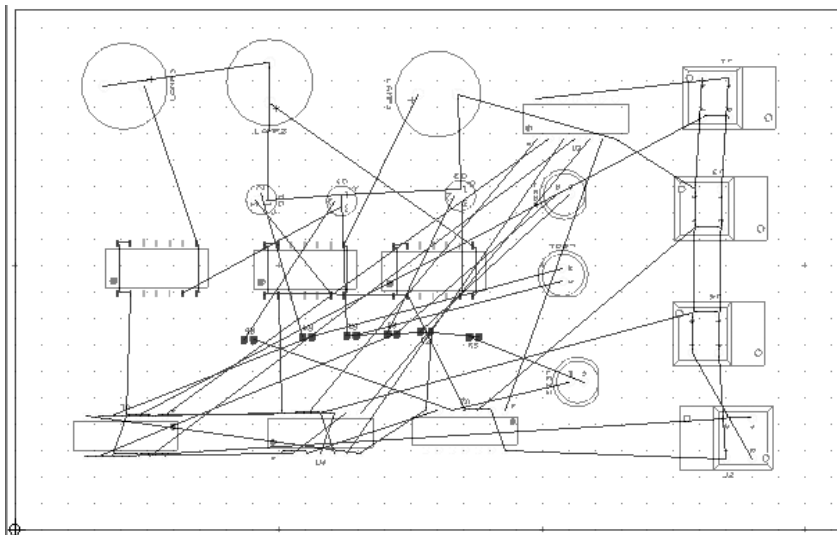

图 12-78 手工布局结果
6) 手工调整元器件的布局结果，移动相关元器件，结果如图 12-78 所示。